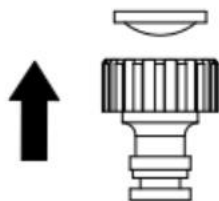

Fig.13
- Démonter les tuyaux flexibles pour prendre les filets de filtre. (voir fig. 13). Lavez-le de l'eau avant de rassemble.